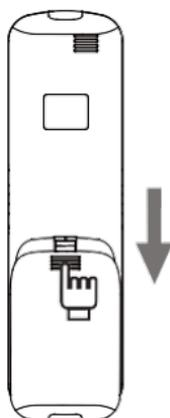

Abbildung 2.6
1) Schieben Sie die Batterieabdeckung auf der Rückseite der Fernbedienung in Pfeilrichtung (Abbildung 2.6).